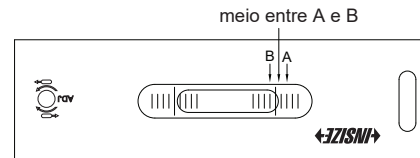

Fig.5
e) Se $A-B \leq 1/2$, o nível poderá ser usado. Se $A-B > 1/2$ (no exemplo acima, $A-B=3$), gire levemente o parafuso de ajuste até que a bolha se mova para o meio entre A e B (Fig. 5).